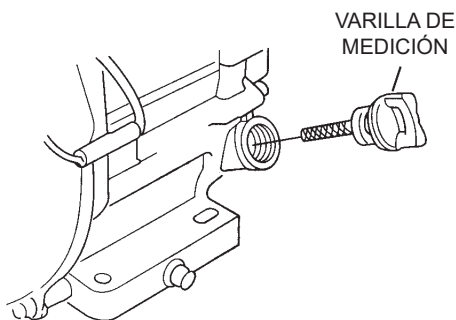

Figura 5. Extracción de la varilla de medición de aceite del motor
2. Quite la varilla de medición del orificio de llenado de aceite del motor (consulte la Figura 5) y límpiela.